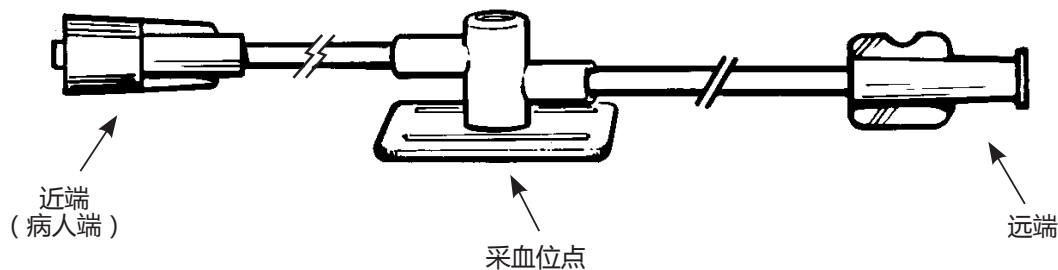

图 1
8. 用鲁尔锁扣公接头将套件近端牢固连接至预灌注导管（图 1）。